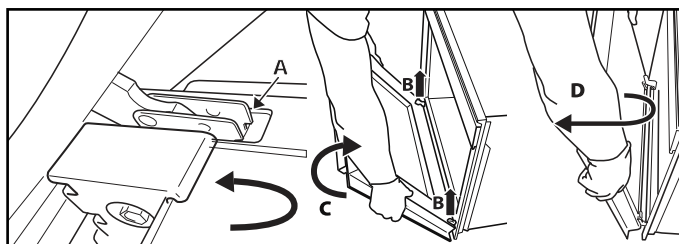

Fig. 2
3. Закройте дверцу до упора (А), поднимите (В) и поверните ее (С) так, чтобы она вышла из креплений (D) (Рис. 2).